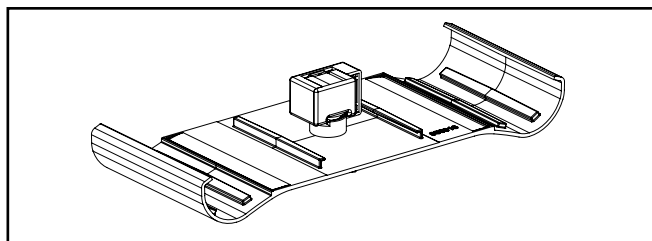

Figure 16
4. La pièce de garniture comprend le commutateur d'essai préassemblé. (Figure 16)